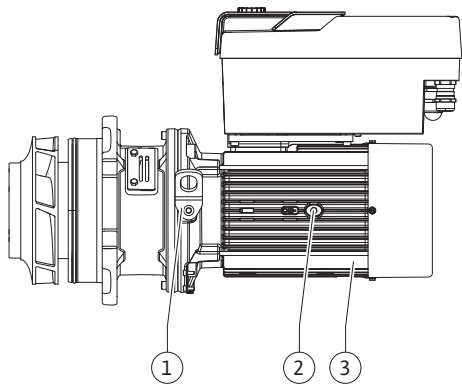

Fig. 108: Behelyezhető készlet
13. Vezesse be a behelyezhető készletet (lásd Fig. 108) a szivattyúházba a régi vagy egy másik, kívánt ferde helyzetben. Tartsa be az alkatrészek megengedett beépítési helyzetét (lásd a „Megengedett beépítési helyzet és az alkatrészek elrendezésének módosítása a telepítés előtt” [► 25] fejezetet).